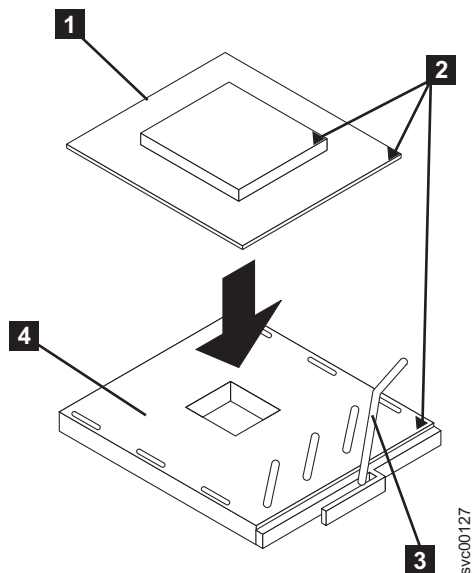

図 271. 開放位置にあるマイクロプロセッサ・ロック・レバー
3. ロック・レバー **3** を回して閉位置から開位置にします (図 271 を参照)。